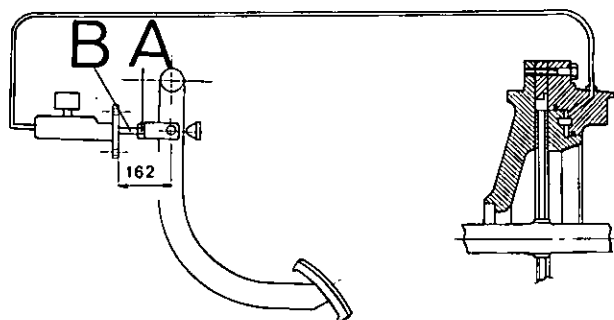

Fig. 175 - Assieme dei comandi a trasmissione idraulica dei freni a disco per Trattorice **TIGER 100**.
- Per ottenere una frenata su ciascuna delle due ruote posteriori, efficiente e completamente indipendente, è necessario che la quota che va dal piano di fissaggio della pompa al centro del foro della forcella sia di mm. 162 ± 3 (vedi fig. 175), in caso contrario bloccare il dado A e agire sul tirante di registro B.